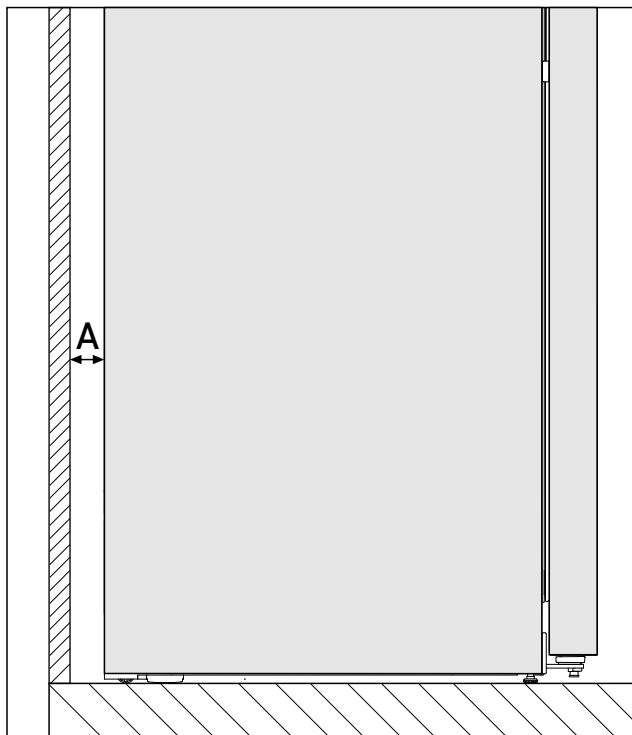

Fig. 3 \*
Потребление электроэнергии определено при расстоянии Fig. 3 (A) между задней стенкой устройства и стеной помещения. Расстояние до стены помещения менее Fig. 3 (A) не влияет на функциональность устройства, но незначительно увеличивает потребление электроэнергии устройством.